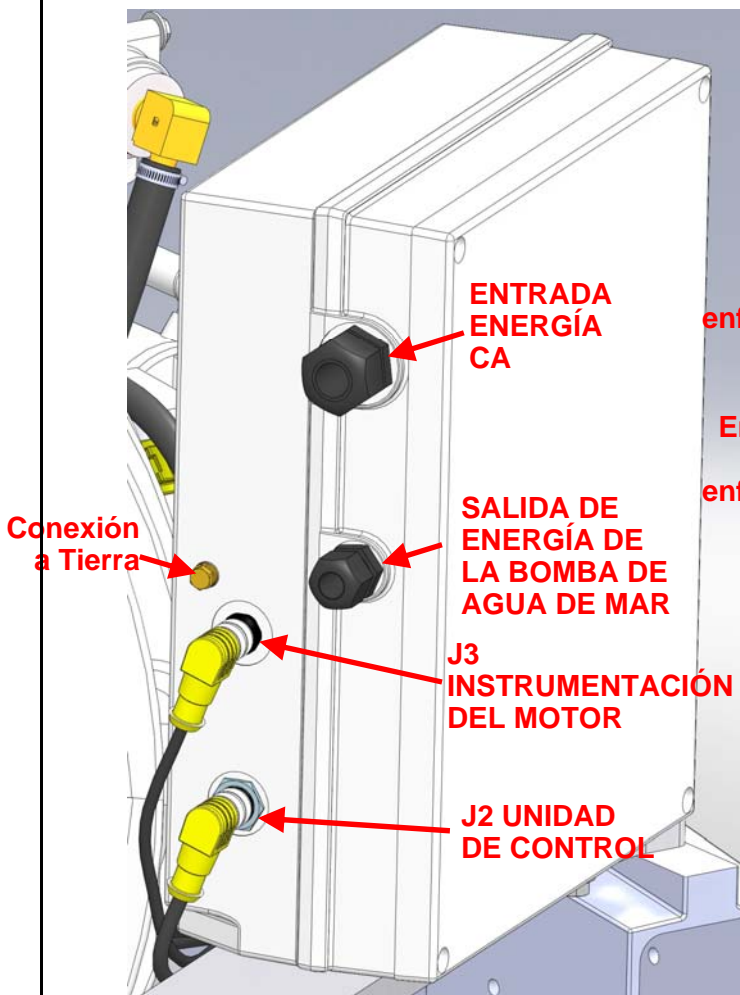
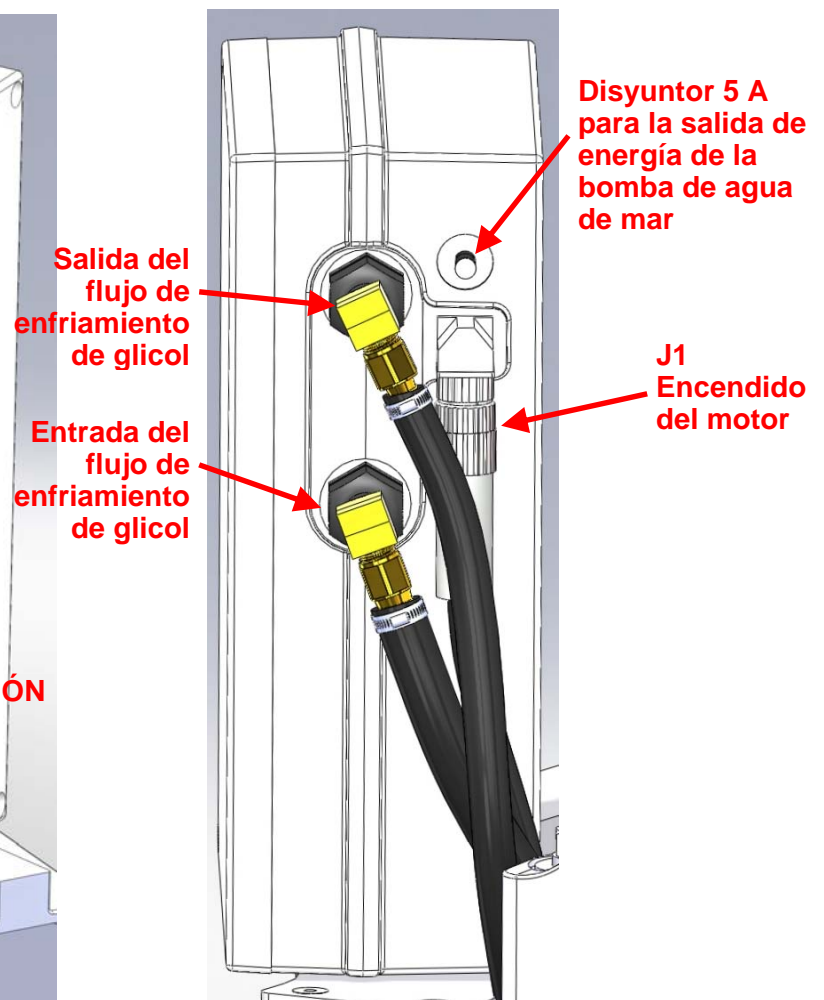

FIGURA 11 - CONECTORES DE LA CAJA COMPACTA DE ACCIONAMIENTO POR MOTOR (LADO IZQUIERDO)
FIGURA 12 - CONECTORES DE LA CAJA COMPACTA DE ACCIONAMIENTO POR MOTOR (LADO DERECHO)
a. Los cables de señales se conectan a los receptáculos en la parte izquierda inferior de la caja compacta de accionamiento por motor y vienen instalados de fábrica, como se muestra en la Figura 11. El conector de encendido del motor viene instalado de fábrica en el cable, como se muestra en la Figura 12.